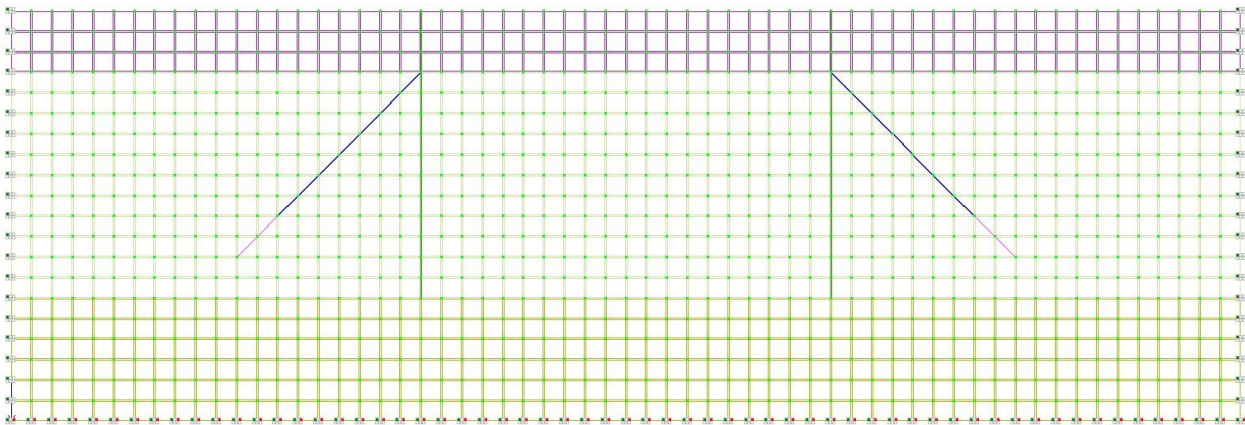

Рис. 10.20. Розрахункова схема основи
- Отримана розрахункова схема представлена на рис. 10.20.